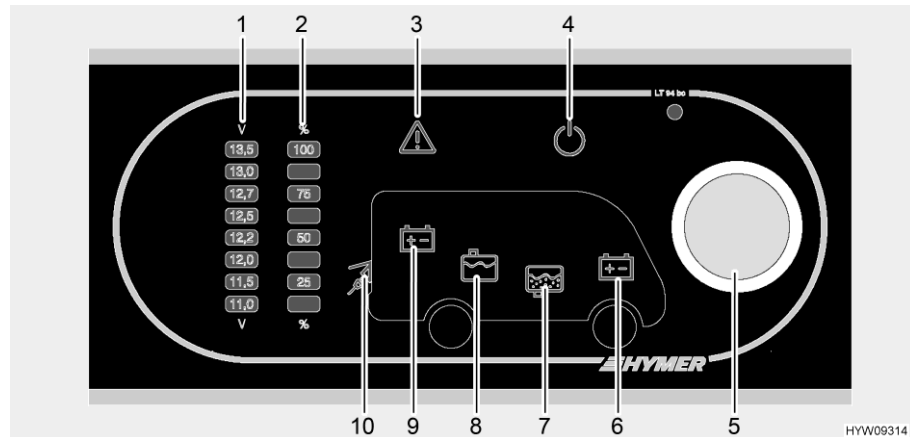

Bild 144 Panel (LT 94)
Der Drehtaster (Bild 144,5) schaltet das Panel und die 12-V-Versorgung des Wohnraums ein und aus.
- Den Drehtaster (Bild 144,5) drücken: Die 12-V-Versorgung des Wohnraums ist eingeschaltet. Die 12-V-Kontroll-Leuchte (Bild 144,4) leuchtet.
- Den Drehtaster (Bild 144,5) drücken: Die 12-V-Versorgung des Wohnraums ist ausgeschaltet. Die 12-V-Kontroll-Leuchte (Bild 144,4) erlischt.
Über den Drehtaster (Bild 144,5) lässt sich sowohl die Spannung der Wohnraumbatterie als auch die Spannung der Starterbatterie abfragen. Die Spannung wird an der Anzeigeskala für Batteriespannung (Bild 144,1) angezeigt.
- Drehtaster (Bild 144,5) drehen, bis das Symbol der Batterie leuchtet, deren Spannung abgefragt werden soll.
Spannung der Wohnraumbatterie wird angezeigt (Bild 144,9)
Spannung der Starterbatterie wird angezeigt (Bild 144,6)
- Spannung an der Anzeigeskala Batteriespannung (Bild 144,1) ablesen.
Über den Drehtaster (Bild 144,5) lässt sich sowohl der Füllstand des Wassertanks als auch der Füllstand des Abwassertanks abfragen. Der Füllstand wird an der Anzeigeskala Tankfüllstand (Bild 144,2) angezeigt.
- Drehtaster (Bild 144,5) drehen, bis das Symbol des Tanks leuchtet, dessen Füllstand abgefragt werden soll.
Füllstand des Wassertanks wird angezeigt (Bild 144,8)
Füllstand des Abwassertanks wird angezeigt (Bild 144,7)
- Füllstand an der Anzeigeskala Tankfüllstand (Bild 144,2) ablesen.
Die Warnleuchte Alarm (Bild 144,3) blinkt, sobald festgelegte Grenzwerte überschritten oder unterschritten werden.
Die Warnleuchte Alarm (Bild 144,3) blinkt, sobald die Spannung der Batterie 11 V unterschreitet. Wenn die 12-V-Versorgung eingeschaltet ist, leuchtet zusätzlich das entsprechende Batteriesymbol (Bild 144,6 oder 9), und die Anzeige "11,0" auf der Anzeigeskala Batteriespannung (Bild 144,1) blinkt. Tiefentladung droht.
Die Warnleuchte Alarm (Bild 144,3) blinkt und das entsprechende Tanksymbol (Bild 144,7 oder 8) leuchtet, sobald der Wassertank leer oder der Abwassertank voll ist.
Die 230-V-Kontroll-Leuchte (Bild 144,10) leuchtet, wenn am Eingang des Elektroblocks Netzspannung vorhanden ist.